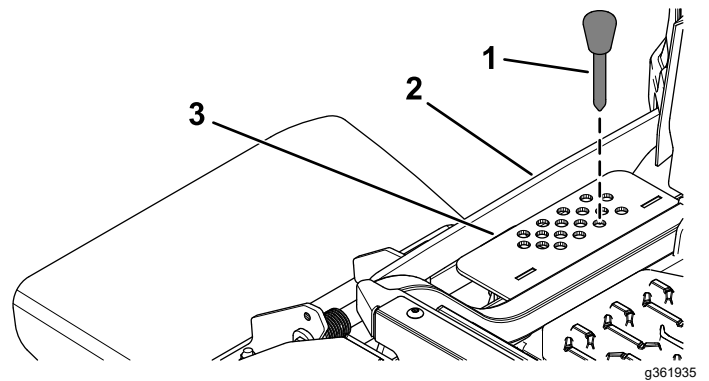

Bild 29
2. Wählen Sie ein Loch in der Schnitthöhenhalterung, das der gewünschten Schnitthöhe entspricht, und stecken Sie den Lastösenbolzen wieder ein (Bild 29).
3. Drücken Sie den Mähwerkhubschalter nach unten, bis der Schnitthöhenlenker den Schnitthöhenstift leicht berührt (Bild 29).